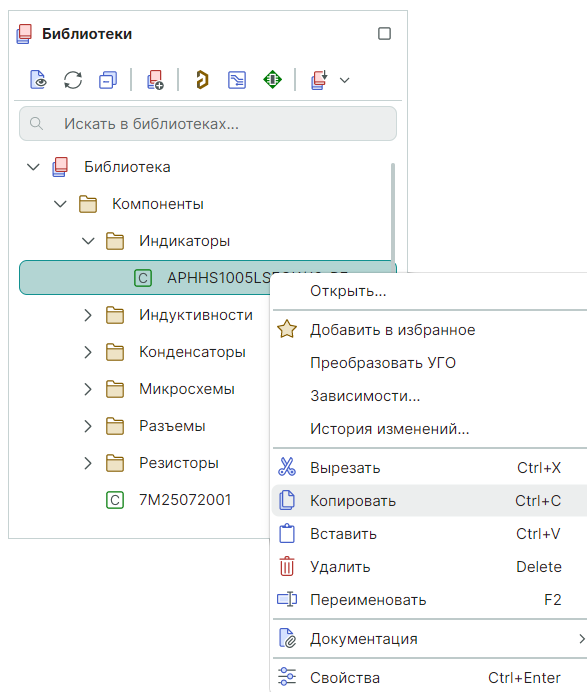

Рис. 323 Вызов функции копирования библиотечного объекта
- Вызов функции копирования осуществляется только из контекстного меню в иерархии библиотеки, см. Рис. 323.